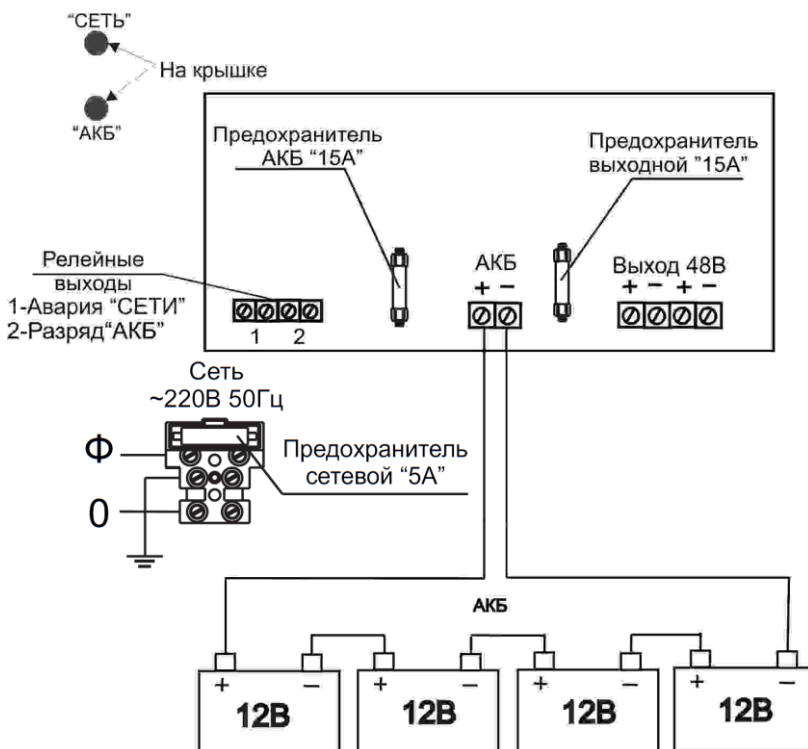

Рисунок 1
Держатель сетевого предохранителя совмещен с сетевой колодкой (см. приложение Рисунок 1).
ИЗЪЯТИЕ ПРЕДОХРАНИТЕЛЯ НЕМЕДЛЕННО ПРИВЕДЕТ К АВТОМАТИЧЕСКОМУ ПЕРЕХОДУ В РЕЗЕРВНЫЙ РЕЖИМ, Т.Е. К ПИТАНИЮ НАГРУЗКИ ОТ АКБ! ДЛЯ ПОЛНОГО ОТКЛЮЧЕНИЯ ИСТОЧНИКА СЛЕДУЕТ ОТСОЕДИНИТЬ КЛЕММУ «+АКБ» (СМ. ПРИЛОЖЕНИЕ РИСУНОК 1) ОТ САМОЙ АКБ, А ЗАТЕМ ОТКЛЮЧИТЬ НАПРЯЖЕНИЕ СЕТИ.
ВНИМАНИЕ! ЗАПРЕЩАЕТСЯ СТАВИТЬ В КОЛОДКИ ПРЕДОХРАНИТЕЛЕЙ ПЕРЕМЫЧКИ И ПЛАВКИЕ ВСТАВКИ НОМИНАЛОВ, НЕ СООТВЕТСТВУЮЩИМ УКАЗАННЫМ В НАСТОЯЩЕМ РУКОВОДСТВЕ! (СМ. ПРИЛОЖЕНИЕ РИСУНОК 1 И ТАБЛИЦУ 4).
Подключение источника производится при отключенном сетевом напряжении и открытой крышке (см. приложение Рисунок 1) в следующей последовательности:
- Соединить аккумуляторы в АКБ при помощи перемычек, входящих в комплект поставки (см. приложение Рисунок 1), при необходимости использования аккумуляторного отсека (не входит в комплект поставки) соединить АКБ согласно схеме в приложении см. Рисунок 4;
- Проверить правильность произведенного монтажа в соответствии со схемой подключения (см. приложение Рисунок 1,2,3).